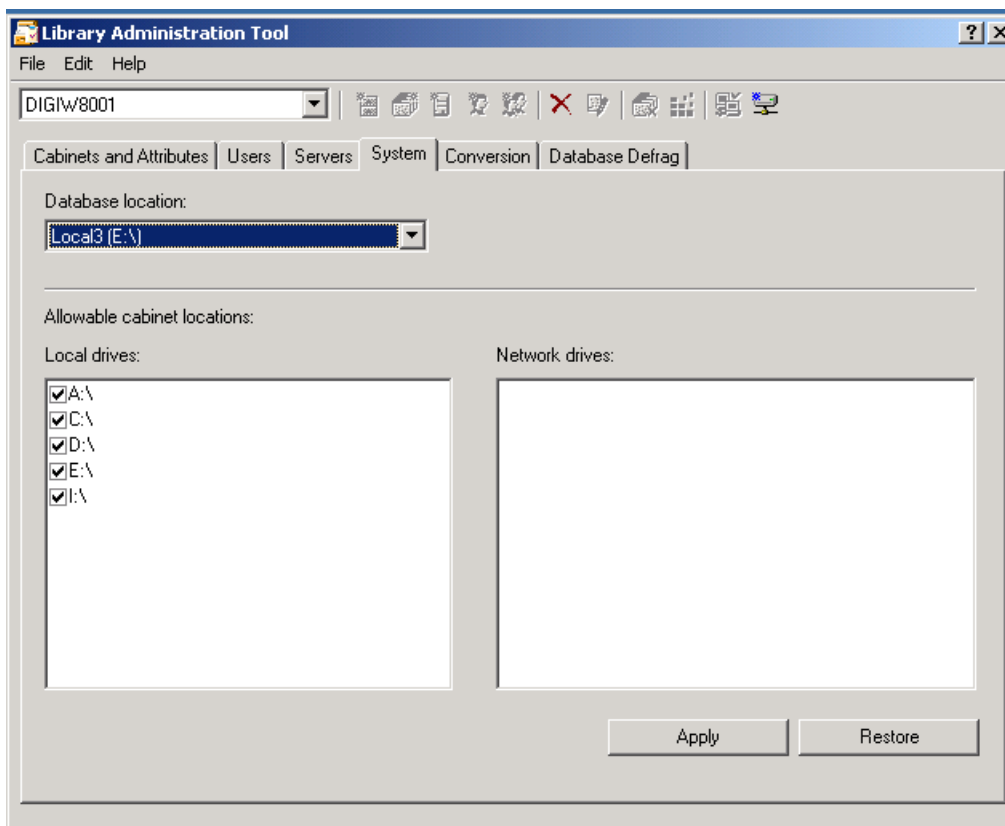

Figure 6-7. System tab
3. Select the [System] tab. See Figure 6-7.